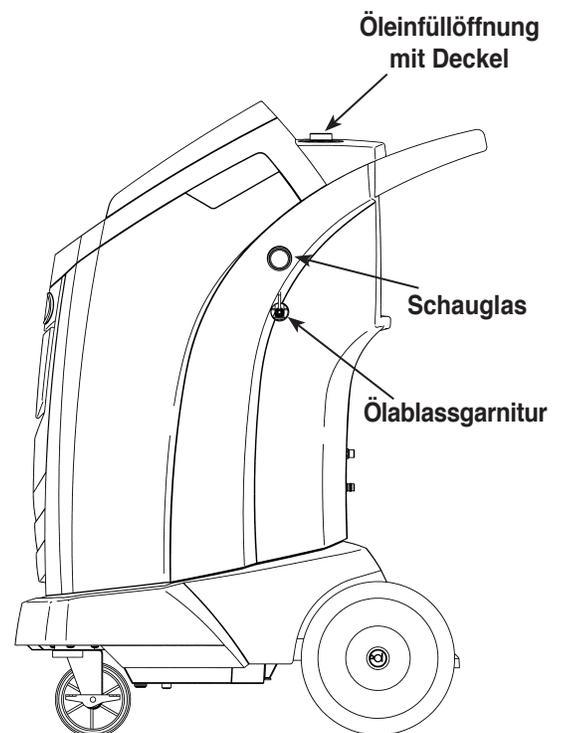

Abbildung 21
3. Nachdem der Kompressor gestoppt hat, **langsam** den Deckel der Öleinfüllöffnung öffnen, um zu prüfen, ob sich kein Druck mehr im Gerät befindet. Anschließend den Deckel vorsichtig entfernen. Siehe Abbildung 21.